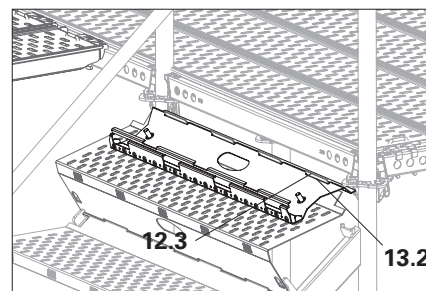

Fig. A2.11b
2. Abbassare il gradino terminale UAE (13) piatto sull'ultimo gradino (12). (Fig. A2.11b) I denti (12.3) del gradino UA precedente devono innestarsi nelle fessure (13.2) del gradino terminale UAE.